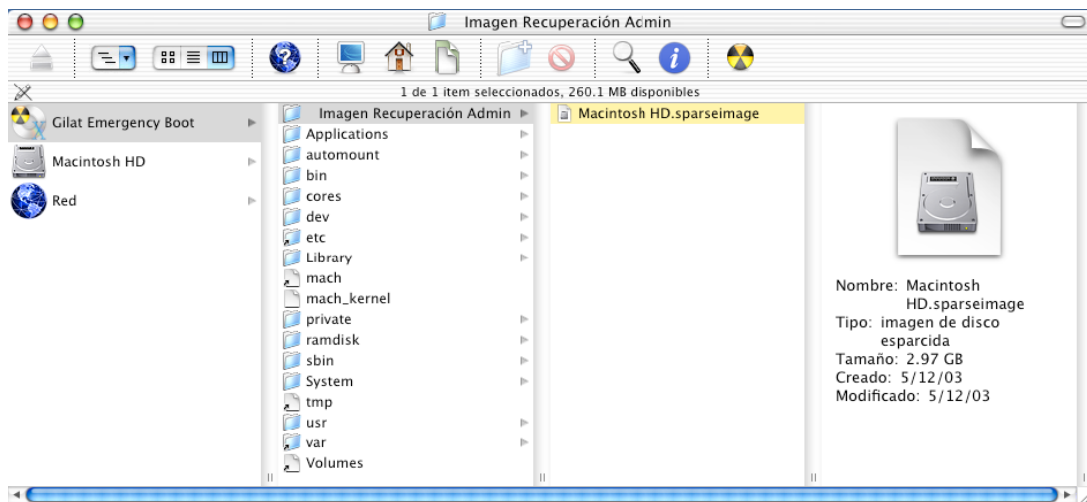

Imagen 21. Ruta y Ubicación de la Imagen
13. Abra una ventana del “Finder” y asegúrese de visualizarla en modo de columnas (imagen 21).